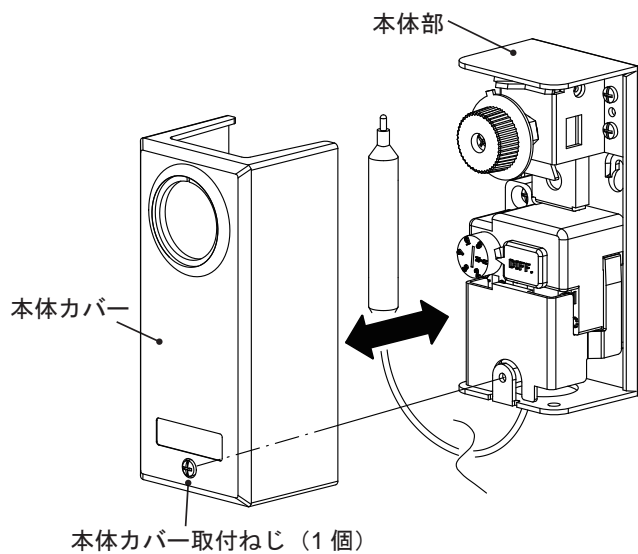

図13 本体カバーの着脱
- (2) 使用する電線を確認します。
- (3) 回路を構成する機器の電源をOFFにします。
- (4) 電線をケーブルグラウンド、または電線管（コンジット）に通します。
- (5) 電線をケース内部に引き込みます。
- (6) 所定の丸形端子（M4サイズ）を使用して結線します。
- (7) 正しく配置されていることを確認します。
- (8) 端子カバー『図14』、本体カバー『図13』を元に戻します。